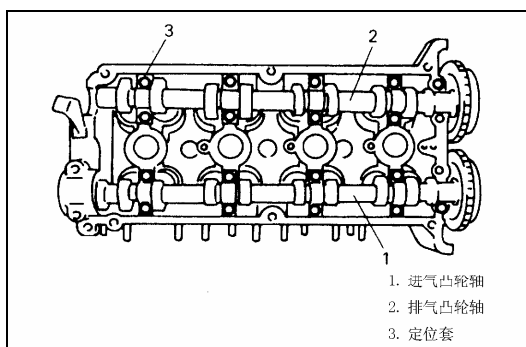

Рис. 4-49.
3). Установить стопорную втулку крышки подшипника распределительного вала, как показано на Рис. 4-49.